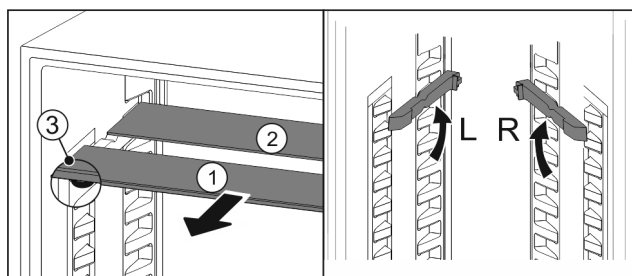

Fig. 149
- ▶ 将玻璃隔板逐个向前拉出 Fig. 149 (1)。
- ▷ 带装饰条的玻璃隔板 Fig. 149 (1)在前。
- ▷ 阻挡装置 Fig. 149 (3)指向下方。